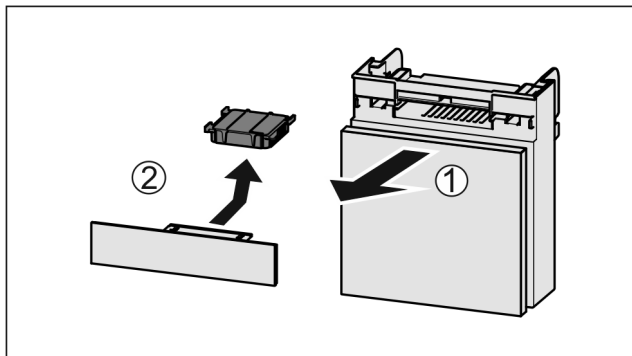

Fig. 272
- Wyciągnąć Fig. 272 (1) komorę do przodu.
- Wyjąć Fig. 272 (2) filtr z węglem aktywowanym.